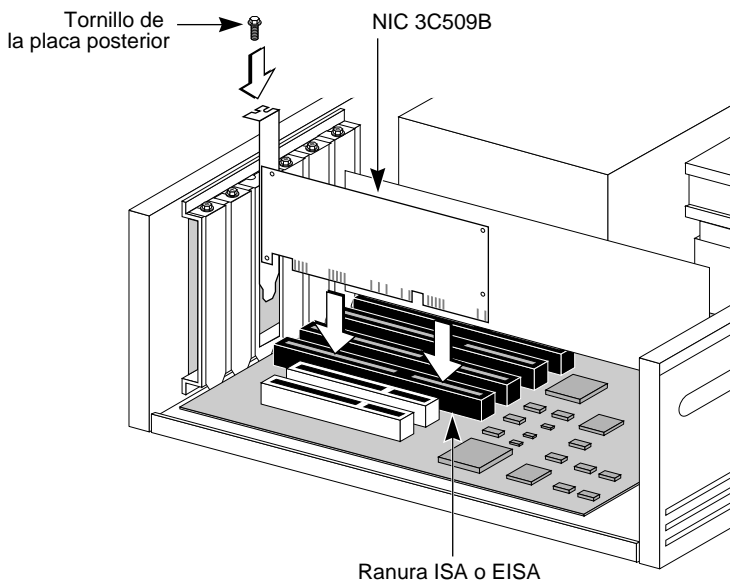

Figura 2-1 Inserción de la NIC 3C509B en un PC
- 6 Inserte la NIC 3C509B en la ranura, tal como se muestra en la Figura 2-1. Presione firmemente hacia dentro para hacer una buena conexión.**